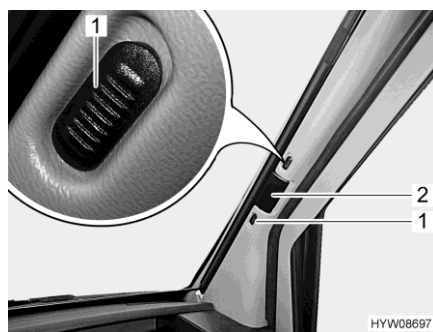

Bild 25 Faltverdunklung (Frontscheibe)
- Entriegelungsknöpfe (Bild 25,1) nach oben bzw. nach unten schieben (roter Punkt = offen).
- Die Faltverdunklung für die Frontscheibe am Griff (Bild 25,2) zur Fenstermitte hin ziehen.
- Die beiden Hälften der Faltverdunklung für die Frontscheibe am Griff (Bild 25,2) bis zum Anschlag nach außen schieben.
- Entriegelungsknöpfe (Bild 25,1) nach unten bzw. nach oben schieben (kein roter Punkt = verriegelt).